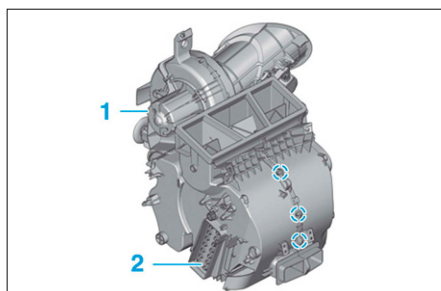

FIG. 16
- le motoventilateur de soufflerie d'habitacle (1) (Fig.16),
- le radiateur de chauffage (2).